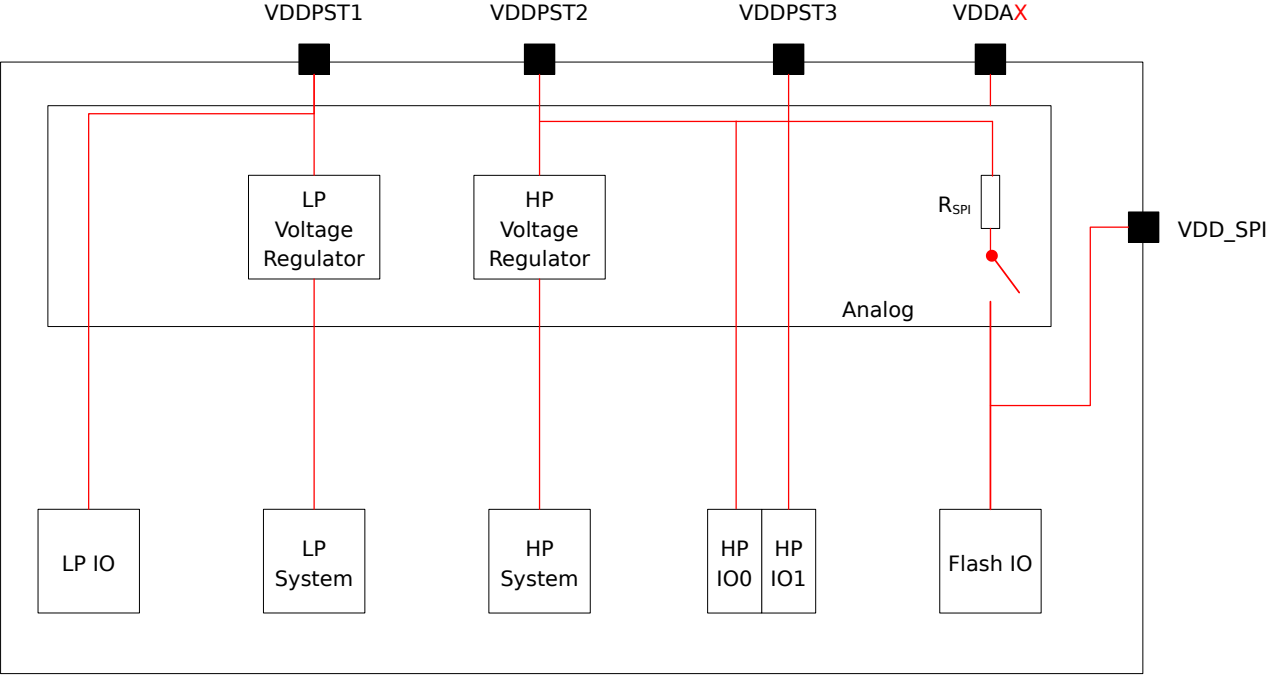

图 2-3. ESP32-C5 电源管理
- ⁴ LP IO 管脚即由 VDDPST1 供电的管脚，如图 2-3 ESP32-C5 电源管理 所示，也可参考表 2-1 管脚概述 > 供电管脚一栏。
电源管理如图 2-3 ESP32-C5 电源管理 所示。